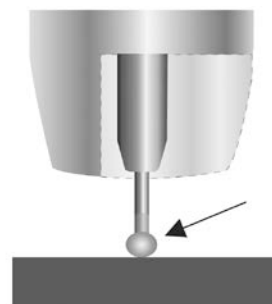

Fig. 28
2. Le fil ne peut pas encaisser tout le flux de courant. La résistance augmente, de sorte que le fil devient chaud, s'affaiblit et commence à fondre (fig. 28).